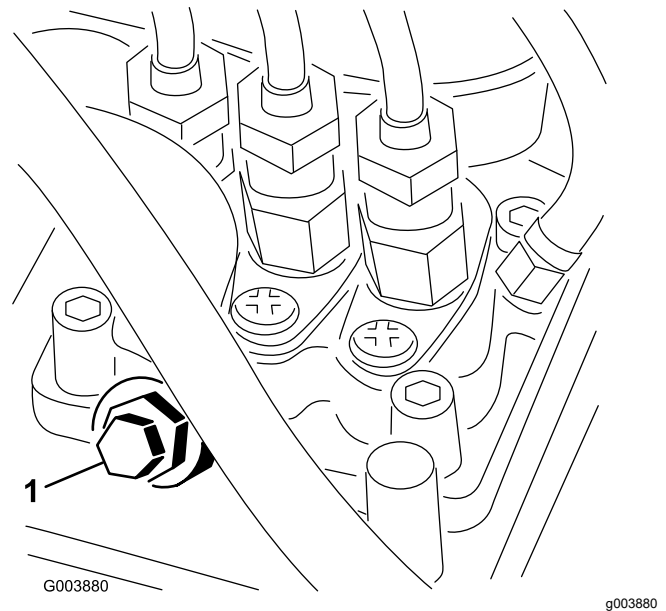

Bild 36
4. Öffnen Sie die Entlüftungsschraube an der Kraftstoffeinspritzpumpe (Bild 36).